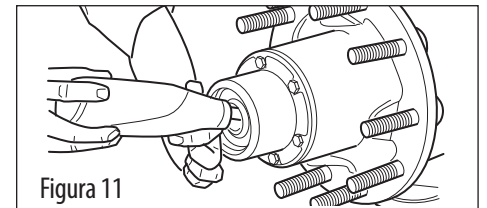

Figura 11
a. Llene la maza a través del orificio central de la tapa de maza hasta la marca de «oil level» (nivel de aceite) que está en la cara de la tapa (vea la figura 11).